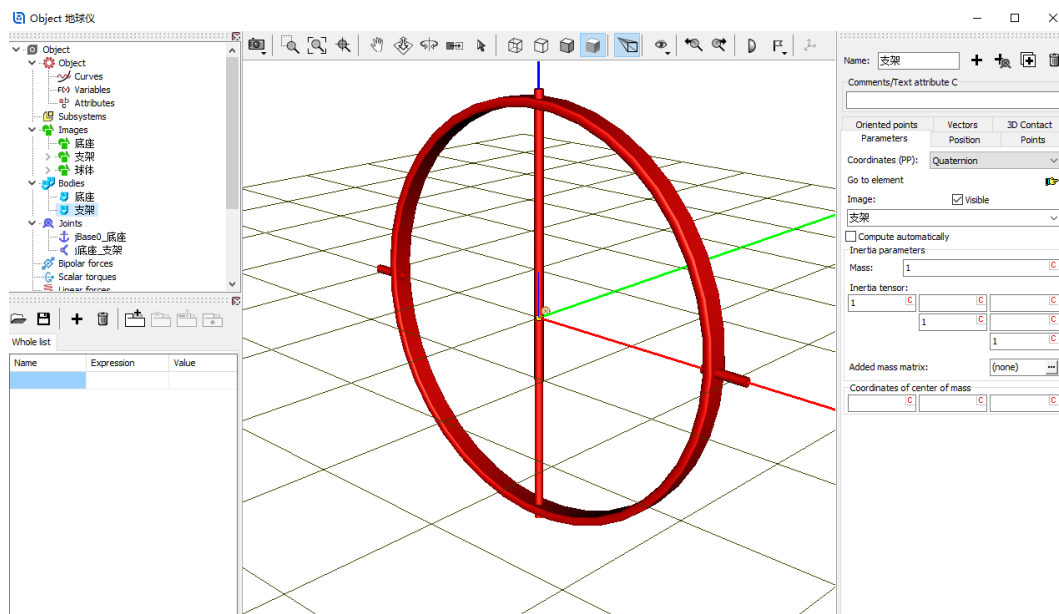

图 2-29
- 3) 选中左侧模型树中的 **Bodies** (其实选中任意一个刚体都行), 然后在交互界面点击按钮 **+**, 如图 2-29。这里也可以选中 **Bodies**, 点**右键**, 选择菜单 **Add element to group “Bodies”**。